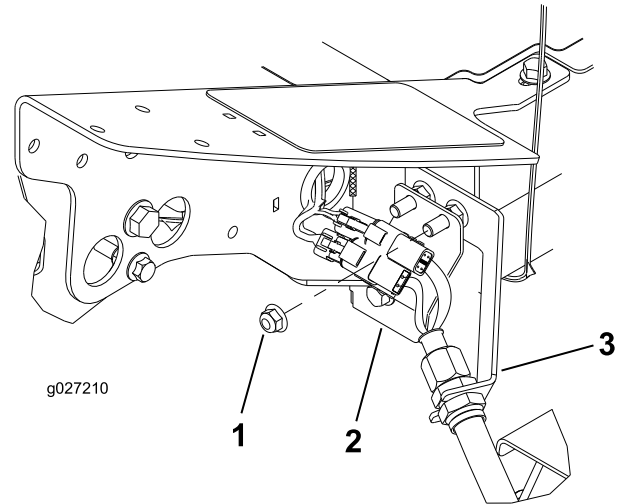

図 11
3. バルクヘッド取り付けボルトにコネクタプレートを通す。コネクタは 図 11 に示すように通す。
1. フレームの左前コーナー4番カッティングユニットの位置の、バルクヘッドブラケットをマシンに固定しているボルトについている余分のフランジヘッドナットを取り外す 図 11。